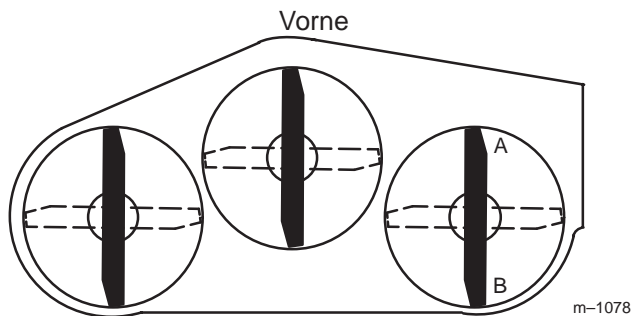
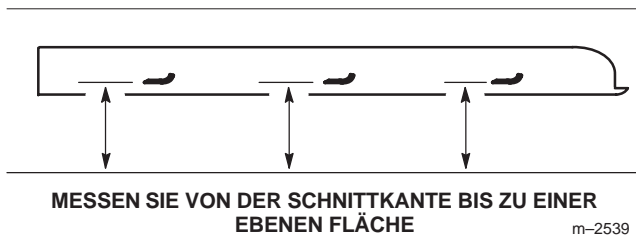

Bild 66
Bild 67
1. Stellen Sie das **rechte** Schnittmesser in Längsrichtung (Bild 66).
2. Messen Sie das rechte Messer an der Stelle **A** (Bild 66) von einer ebenen Oberfläche bis zur Schnittkante des Messers (Bild 67).
4. Messen Sie das rechte Messer an der Stelle **B** (Bild 66) von einer ebenen Oberfläche bis zur Schnittkante des Messers (Bild 67).
6. Das Mähwerkmesser sollte **an der Stelle A 6 bis 10 mm niedriger als an Stelle B** sein (Bild 66). Gehen Sie auf die folgenden Schritte, wenn der Messwert falsch ist.